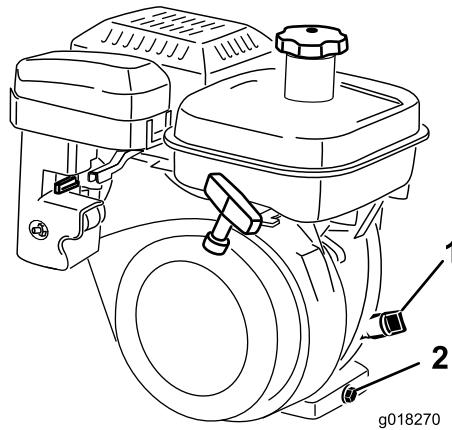

Figura 30
2. Coloque o cortador de maneira a que o motor esteja nivelado e limpe à volta o medidor do nível de óleo (Figura 30).
3. Retire o medidor de nível do óleo, rodando-o no sentido contrário ao dos ponteiros do relógio (Figura 30).
4. Limpe o medidor e insira-o no orifício de enchimento. Não o aperte o medidor no orifício. Depois retire e verifique o nível de óleo. Se o nível estiver baixo, adicione apenas o óleo suficiente para aumentar o nível até se encontrar entre as marcas H e L no medidor (Figura 30). Verifique o nível do óleo. Não encha demasiado.
2. Coloque um recipiente de drenagem na traseira da máquina, debaixo do tampão de escoamento (Figura 30). Solte o tampão de escoamento.